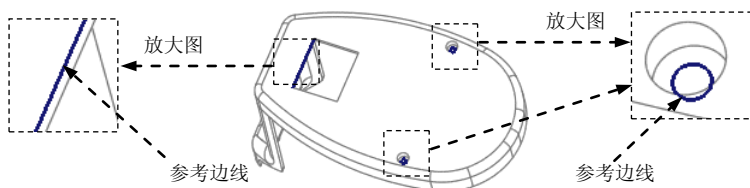

图 26.7 填充破孔边
(6) 填补复制表面上的破孔。在系统弹出的操控板中单击 **选项** 按钮，在“选项”界面选中 ☒ **排除曲面并填充孔** 单选项，在 **填充孔/曲面** 区域中单击“选择项”，在系统的提示下，分别选择图 26.7 所示的边线。
(7) 在“曲面：复制”操控板中单击 ☒ 按钮。